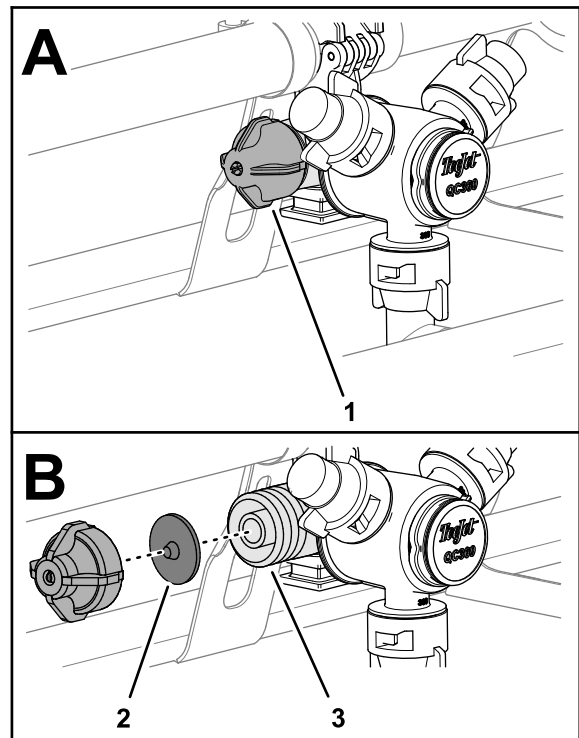

Figura 31
1. Gire la tapa del diafragma en sentido antihorario y retire la tapa del cuerpo de la boquilla (Figura 31).
2. Retire el diafragma de la válvula de retención de la tapa o del cuerpo de la boquilla (Figura 31).
3. Limpie la tapa, el diafragma y el cuerpo de la boquilla con agua limpia (Figura 31).
4. Monte el diafragma en la tapa con la punta del diafragma hacia la tapa (Figura 31).
5. Monte la tapa y el diafragma en el cuerpo de la boquilla y apriételos a mano (Figura 31).